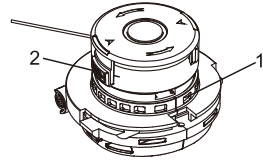
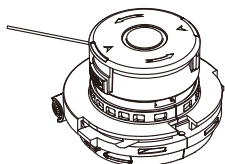

Fig. 14
Fig. 18
- Appuyez sur les boutons de verrouillage de la bobine (1) dans le boîtier de la bobine (2) (Fig. 14).
8. Lors de l'installation de la nouvelle bobine de fil pour coupe-herbe, environ 7,6 cm / 3 po de fil doit être exposé hors du boîtier de la bobine. S'il est trop long, coupez-le avec des ciseaux. S'il est trop court, appuyez sur le bouton de dégagement du fil (10) sur le boîtier du fil pour coupe-herbe et tirez doucement sur le fil exposé (Fig. 18).
Si le cercle de coupe devient trop petit, il se peut que le fil pour coupe-herbe soit coincé dans la bobine ou qu'il soit épuisé. Avancez manuellement le fil comme indiqué à la Figure 18. Si cela ne fonctionne pas, consultez « RÉPARATION D'UN FIL POUR COUPE-HERBE COINCÉ OU TROP COURT » ci-dessous.
Une fois la coupe terminée, nettoyez le dessous de la protection et la bobine. Avancez le fil comme indiqué à la Figure 18 pour vous assurer qu'il est de la bonne longueur pour la prochaine utilisation.
Appuyez sur le bouton de dégagement du fil (10) sur le boîtier de fil pour coupe-herbe et tirez doucement sur le fil exposé jusqu'à ce que 7,6 cm (3 po) de fil soit exposé hors du boîtier de la bobine (Fig. 18).
Retirez la bobine du boîtier de la bobine, déroulez environ 7,6 cm (3 po) de fil et réinstallez la bobine (Fig. 14 à Fig. 18).
Retirez la bobine du boîtier de la bobine, déroulez tout le fil pour coupe-herbe de la bobine et rembobinez le fil (Fig. 14 à Fig. 18).